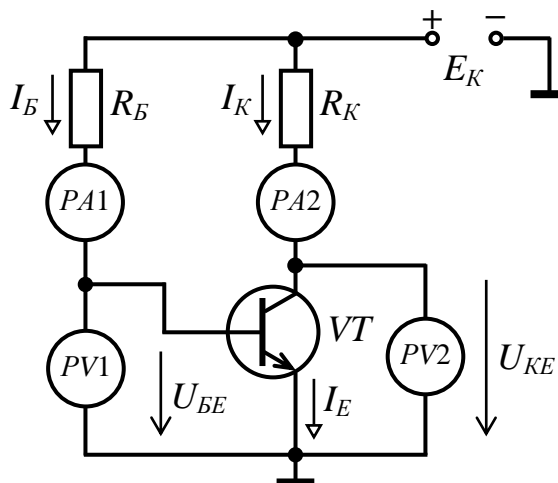

Рисунок 2 – Принципова електрична схема для дослідження режиму спокою підсилювача на біполярному транзисторі
- 1.3. Скласти принципову електричну схему для дослідження підсилювального каскаду на біполярному транзисторі (рис. 2), вказати призначення елементів схеми.